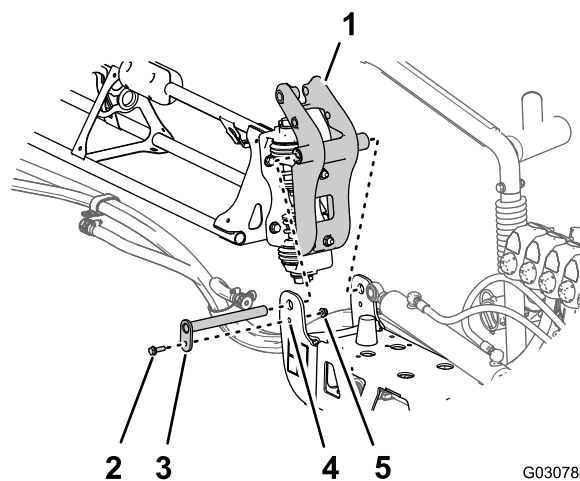

Figura 121
- Alinhe os casquilhos da união da articulação com os orifícios nas flanges do suporte da articulação na extremidade da secção de pulverização central (**Figura 121**).